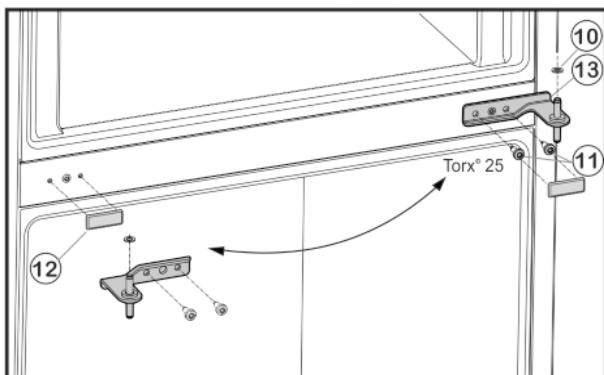

Fig. 5
- Открутите крепежные винты Fig. 5 (11) (2 шт. Торх® 25) и извлеките средний опорный кронштейн из нижней дверцы.
- Снимите пластиковую шайбу Fig. 5 (10).
- Осторожно снимите крышку Fig. 5 (12).
- Установите крышку Fig. 5 (12) на противоположной стороне.
- Вставьте средний опорный кронштейн Fig. 5 (13) с поворотом на 180° в нижнюю дверцу и прикрутите с помощью крепежных винтов Fig. 5 (11)(2 шт. Torx® 25) на новую сторону шарнира (с моментом 4 Нм).
- Снова установите пластиковую шайбу Fig. 5 (10).
- Установите верхнюю дверцу на средний опорный кронштейн Fig. 5 (13).